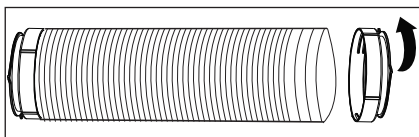

Fig. 6
3. Extindeți celălalt capăt al furtunului și înșurubați furtunul pe adaptorul B (Fig. 6).